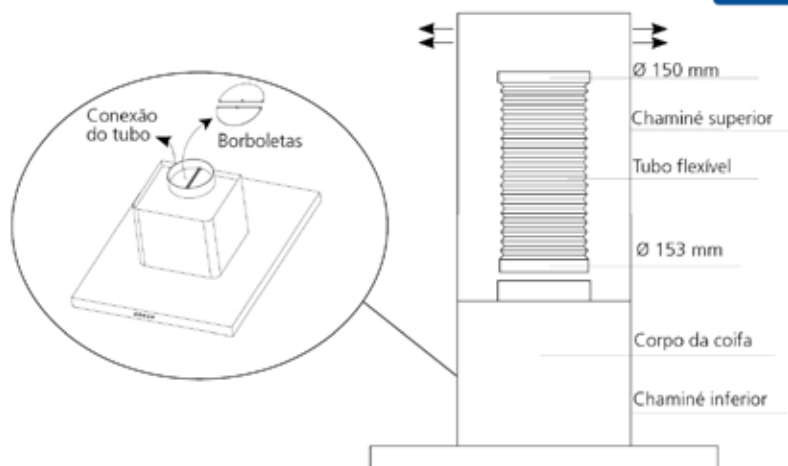

Fig. 9
- Encaixar o tubo flexível na flange (Ø150 mm do tubo), pressionar até o seu perfeito encaixe (fig. 9), após colocar a abraçadeira de nylon que acompanha o produto.